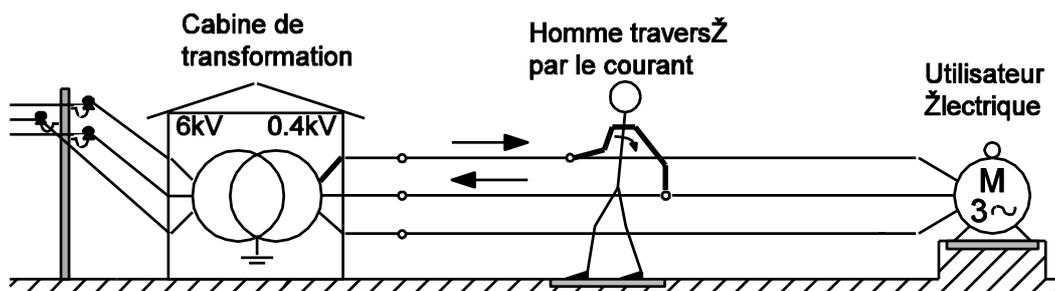

figure 1. Passage du courant d'une main à l'autre.
- Passage du courant d'une main à l'autre (figure 1).
L'homme, sur un sol isolant, empoigne les conducteurs polaires nus de la ligne d'alimentation des récepteurs électriques, selon la figure 1, ci-dessous.